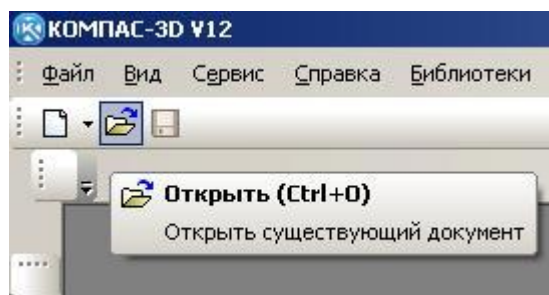

Рисунок 14
- для открытия документа воспользуйтесь кнопкой «Открыть» - см. рисунок 14.